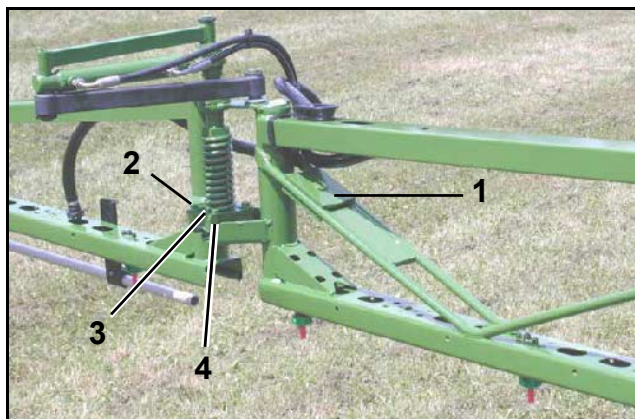

Fig. 8.31
Si ce n'est pas le cas, **déverrouillez** l'amortissement tri-directionnel, puis alignez la rampe dépliée en utilisant des contre-poids (Fig. 8.31/1). Fixez les contre-poids sur les bras en fonction des besoins.
- Desserrez les vis (Fig. 8.31/2) de l'éclisse de fixation (Fig. 8.31/3). La mise en ligne s'opère directement sur les pièces plastiques (Fig. 8.31/4) en utilisant les trous oblongs des éclisses de fixation.
- Serrez les vis (Fig. 8.31/2).